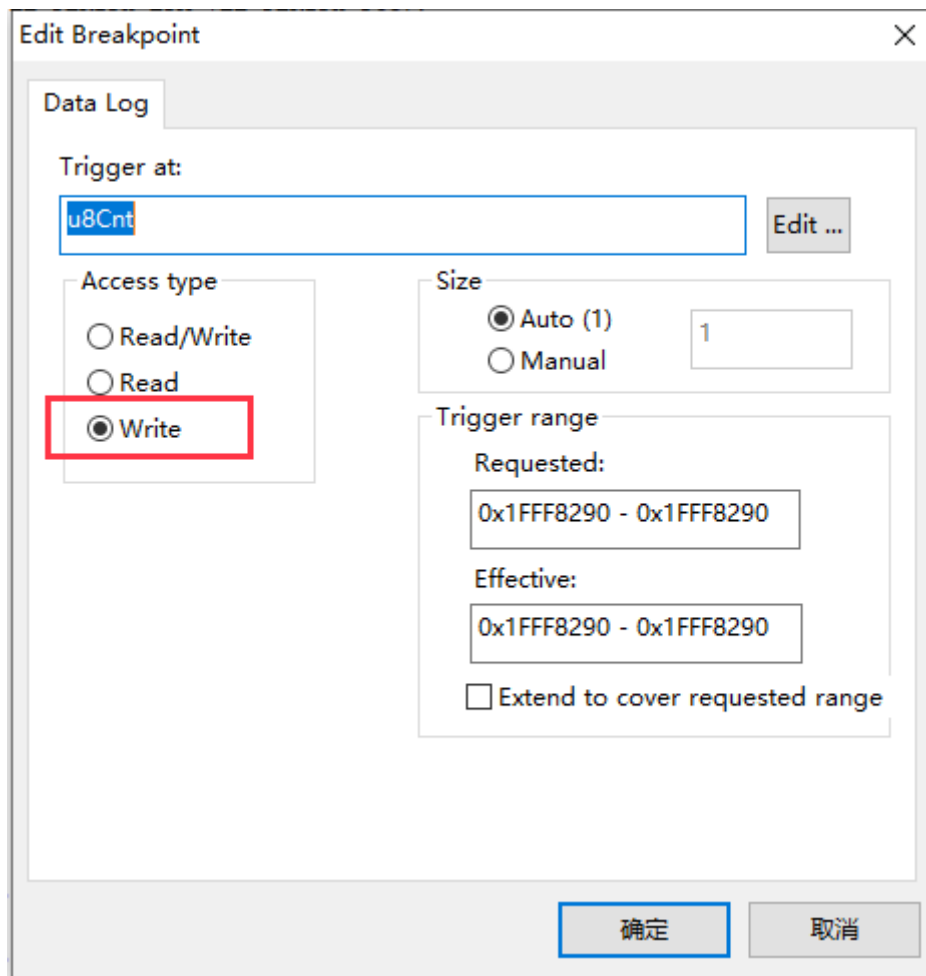

图 3-8 Edit Breakpoint
- 通过 View -> Breakpoints 打开 Breakpoint 窗口，在断点处右键单击 Edit 选项，进行编辑，选择该变量被 Write 改写时触发数据记录断点。如图 3-7 和图 3-8 所示。